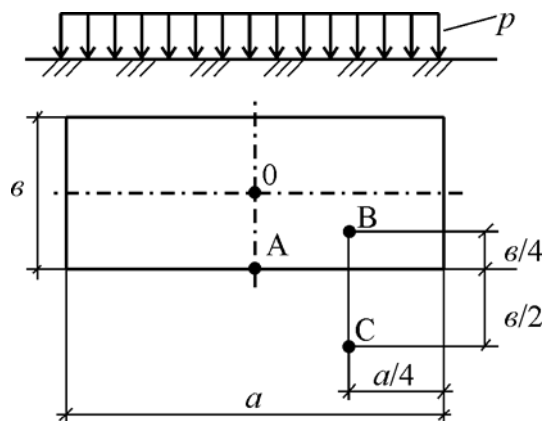

Рис.3
3. Определить величину равномерно распределенного по прямоугольной площадке давления p , если в одной из точек (О, А, В или С), лежащих на глубине z от поверхности грунта, величина сжимающего напряжения равна σ_z (рис. 3).